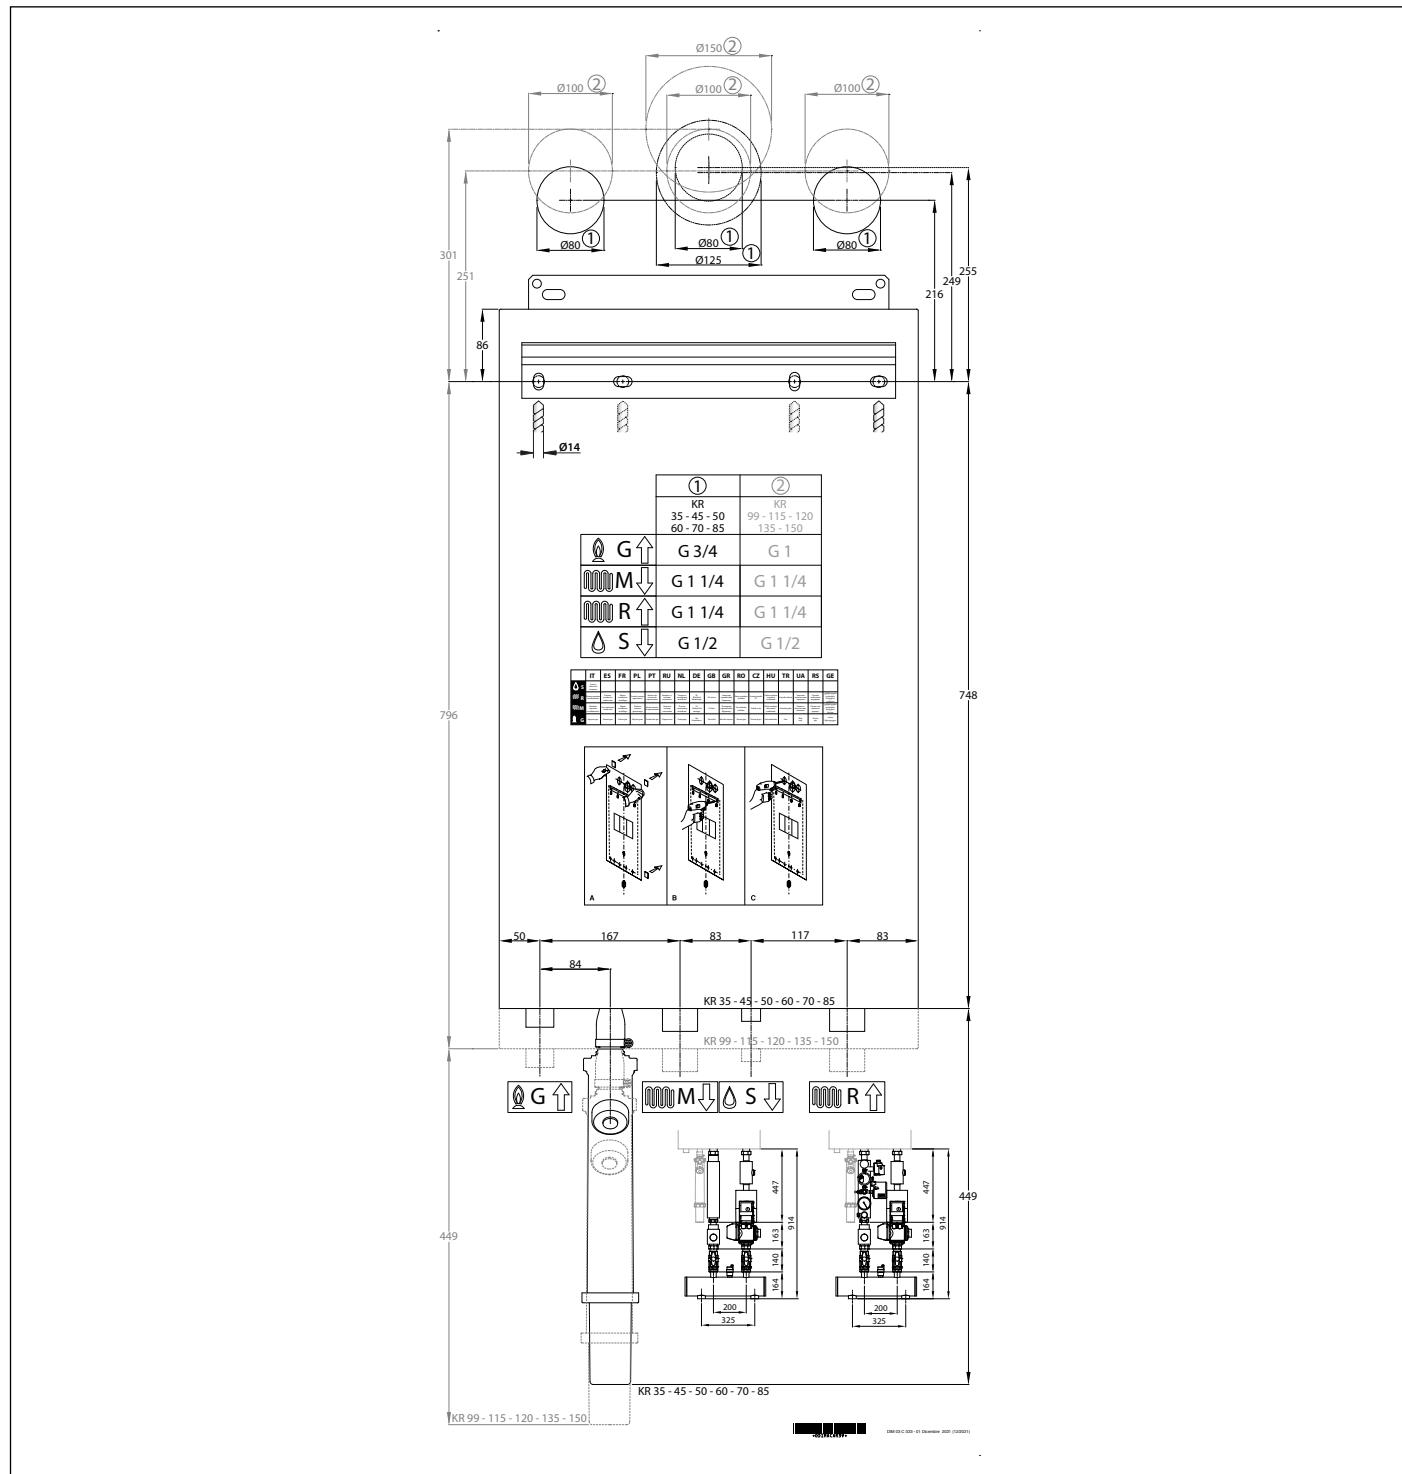

Рис. 7 Паперовий шаблон.
- Монтажний паперовий шаблон (див. Рис. 7 Паперовий шаблон.).
Кожний котел забезпечений спеціальним паперовим шаблоном, що знаходиться в упаковці (див. Рис. 7 Паперовий шаблон.). Шаблон дозволяє забезпечити правильне розташування труб, підключених до системи центрального опалення і газової мережі, а також каналів повітrozабірника і випуску димового газу, під час реалізації водяної системи і перед монтажем бойлера. Цей шаблон виготовлений з міцного паперового листа, який, за допомогою рівня, кріпиться на стіну, призначену для установки котла.